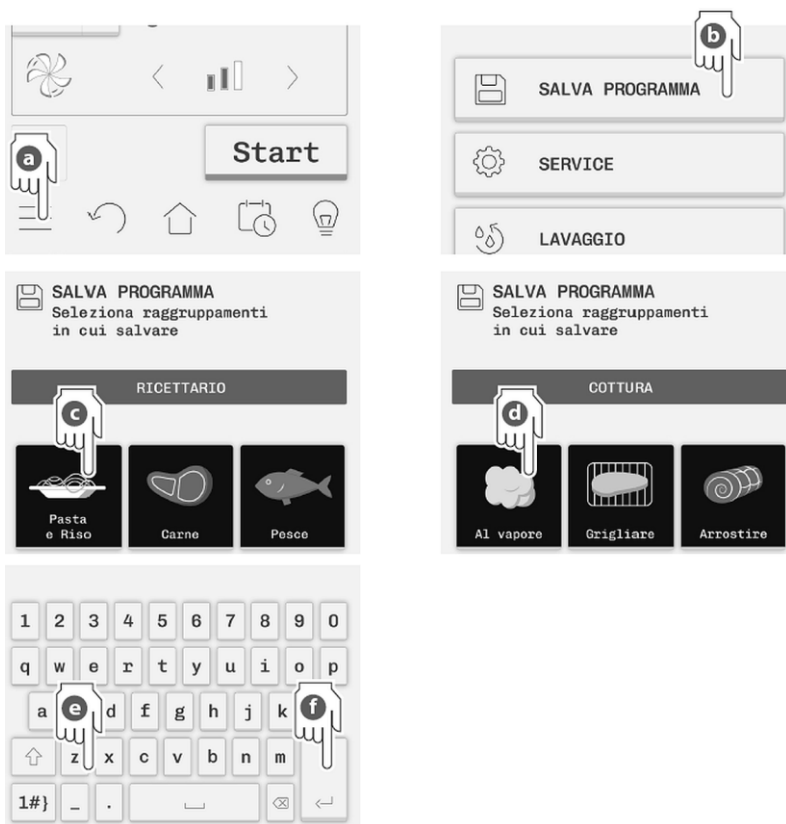

Fig. 44
1. Cliccare sul simbolo  (a, fig. 44).